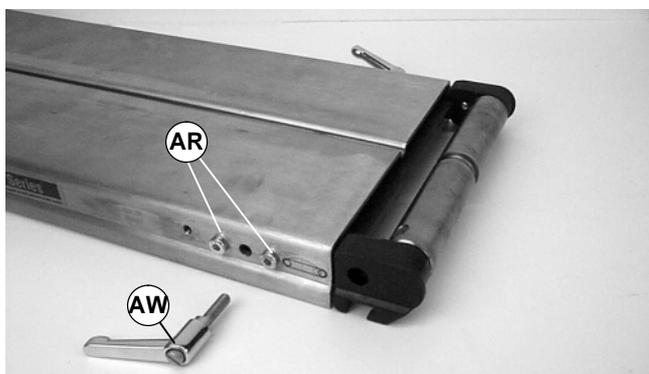

Abbildung 35
- Den Griff entfernen (AW siehe Abbildung 35).
- Zwei (2) Schrauben entfernen (AR siehe Abbildung 35).